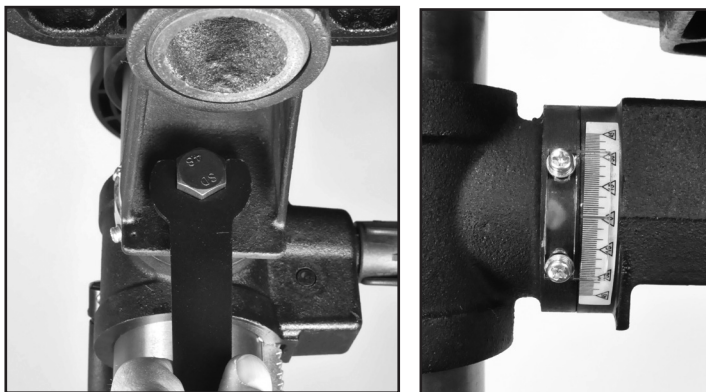

FIG. 15
5. POUR INCLINER LA TABLE sur un angle, la table et l'assemblage du bras de soutien se déplacent ensemble. Desserrez le grand boulon à tête hexagonale (#14) avec la clé spéciale de 19 mm fournie. FIG. 15 et 16.
6. La table et le bras de soutien peuvent être inclinés à gauche ou à droite. Une échelle d'angle (#15A) est fournie sur la coulée pour indiquer le degré d'inclinaison de la table. FIG. 15.